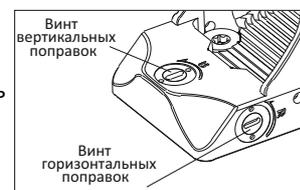

Рис. 7
2) Наверху прицела находится барабан вертикальных поправок, справа - барабан горизонтальных поправок. Для ввода поправок вставьте плоский выступ прилагаемого ключа в прорезь в барабане и поверните его (Рис. 7), чтобы сделать нужную поправку.